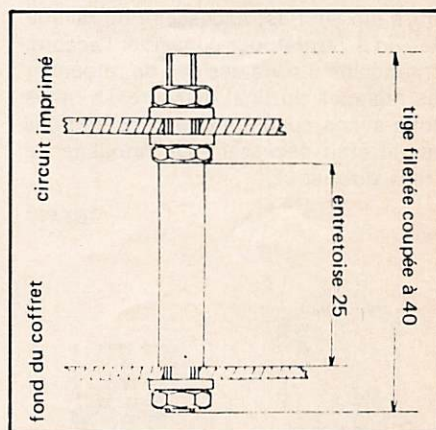

FIGURE 10
- ( ) Fixer sur le fond du boîtier les 4 tiges filetées préalablement coupées à la bonne longueur, ainsi que les entretoises pour recevoir le C.1 (fig. 10).